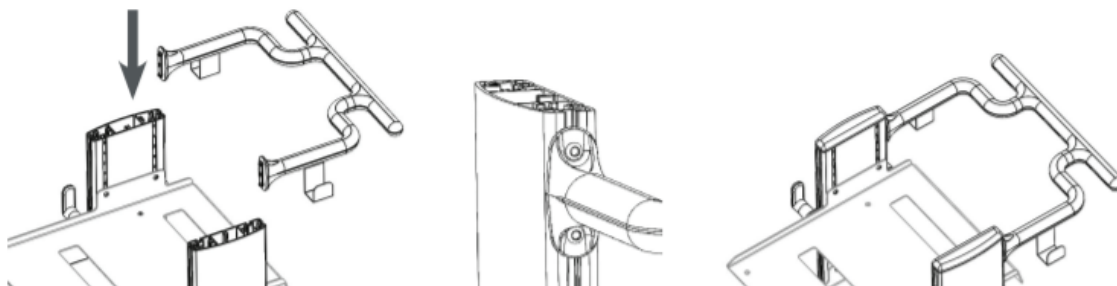

Figura 6 – Asamblarea mânerului
- b. Strângeți toate cele 4 șuruburi pe mânerul căruciorului utilizând cheia Allen de 4 mm furnizată. Consultați Figura 6 mai jos.